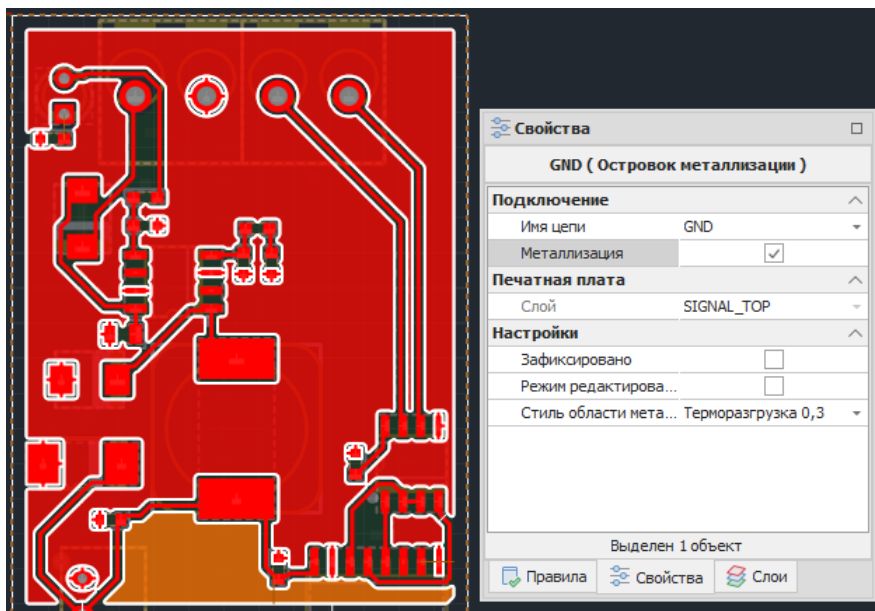

Рис. 416 Выделение островка области металлизации
1. Выделить островок металлизации, геометрию которого требуется изменить, см. Рис. 416.